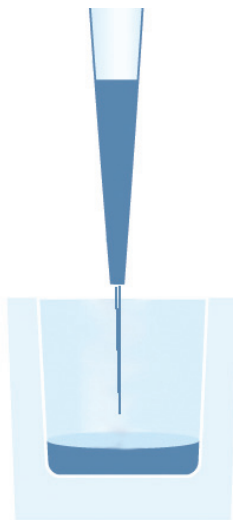

Abb. B2.
1. Drücken Sie kurz auf den Auslöser, um die Flüssigkeit auszugeben (Abb. B2).